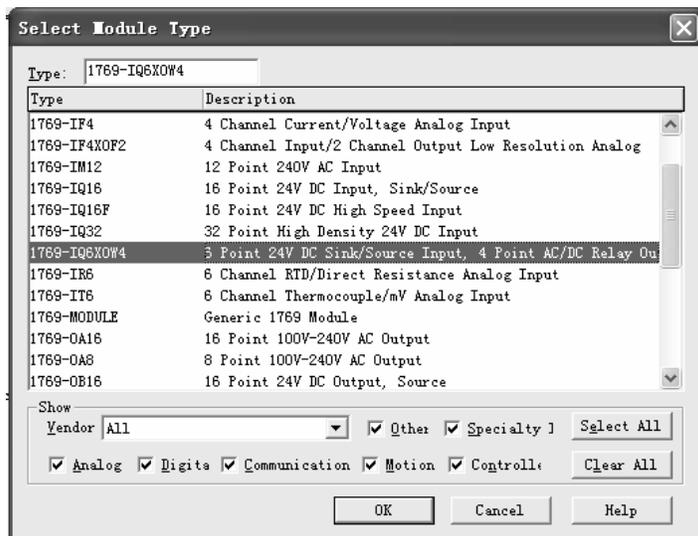

图 1.12 输入/输出选择模块
(1) 组态离散量输入/输出模块。从 Controller Organizer 中，打开 I/O Configuration 文件夹，右击 CompactBus Local 并从弹出的菜单中选择 New Module，显示 Select Module Type 对话框，如图 1.12 所示。附有可选模块的清单，从列表找出 1769-IQ6XQW4 模块。